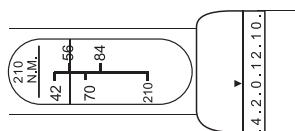

Fig. 1
- Impostare la scala principale sul valore contrassegnato con la linea trasversale "56" e la scala micrometrica su "0". Ora la chiave torsiometrica è impostata su 56 Nm (fig. 1).